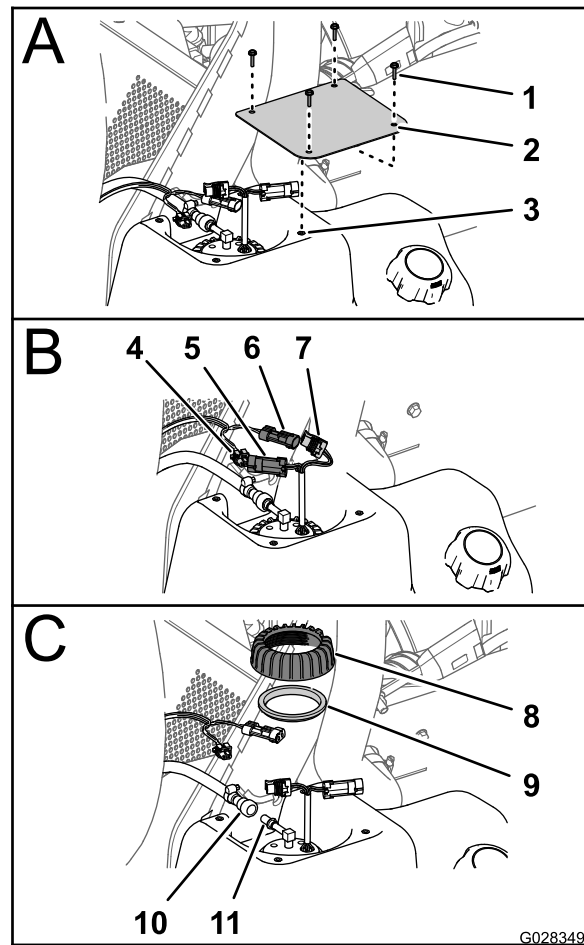

Figura 71
2. En el depósito de combustible, retire los 4 tornillos (N° 10 x 3/4") que sujetan la tapa a la parte superior del depósito de combustible, y retire la tapa (Figura 71).
3. Desconecte el conector hembra de 2 vías del arnés de cables de la máquina del conector de 2 pines de la bomba de combustible/sensor; desconecte el conector de 2 pines del arnés de cables de la máquina del conector hembra de 2 vías de la bomba de combustible/sensor (Figura 71).
de la bomba de combustible/sensor y retire el acoplamiento y la manguera del conector (Figura 71).
5. Gire la tuerca de la bomba de combustible/sensor en sentido antihorario y retire la contratuerca y la junta (Figura 71)..